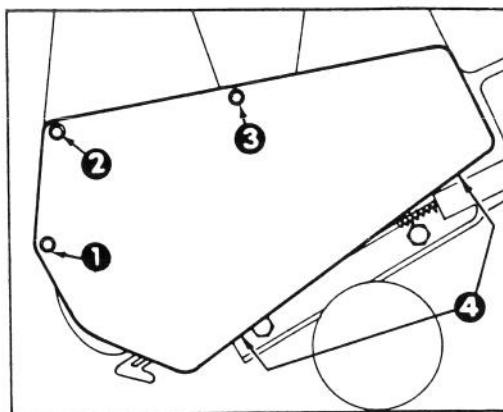

Abb. 13
3. Die Schneefräse auf das Vorderteil kippen. Die Schloßschrauben und Gegenmuttern entfernen, mit denen die Schürfleiste befestigt ist (Abb. 13). Schürfleiste entfernen indem Sie sie nach rechts unten drücken.
(Abb. 13 und 14)
2. (3) Schneidschrauben, (2) Kopfschrauben, (1) Unterlegscheibe und (2) Muttern mit denen die Riemenverkleidung am Rahmen der Schneefräse befestigt ist, entfernen (Abb. 13). Riemenverkleidung abnehmen.